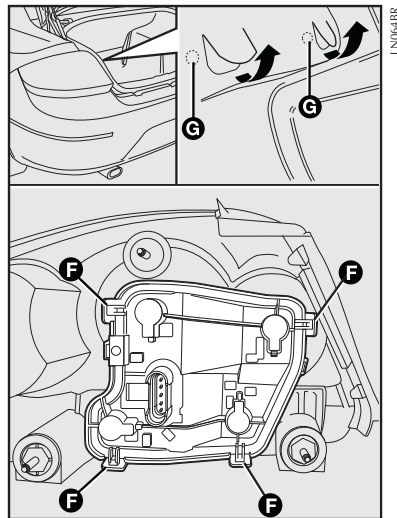

fig. 24
- Abrir o porta-malas, suspender o carpete e retirar os três parafusos de fixação **G-fig. 24**;
- Atuar nos pontos de fixação **F-fig. 24** e extrair os porta-lâmpadas;